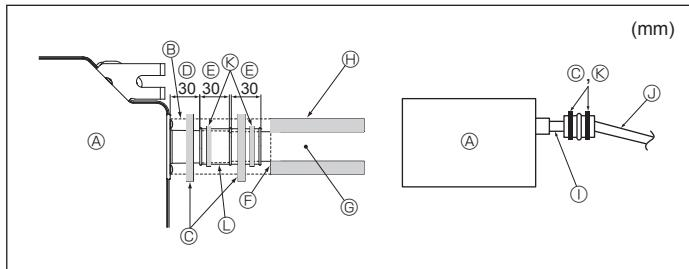

Fig. 6-2
- Drenaj soketini (üniteyle birlikte verilmiştir) drenaj çıkışına bağlayın. (Fig. 6-2) (Boruyu PVC tutkalıyla tutturduktan sonra bantlayarak tespit edin.)
- (A) Ana ünite